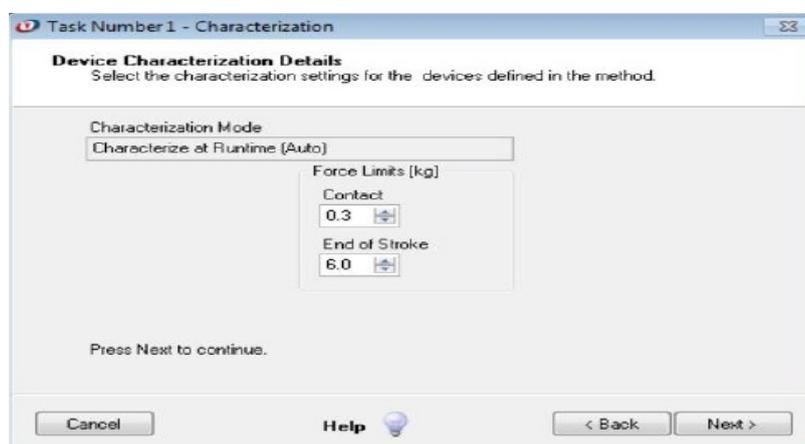

Figura 22. Caracterização no modo *at runtime (auto)*.
- Clique no botão *Next>* e continue definindo os detalhes de seleção da tarefa de caracterização. Para que se caracterize na opção *Characterize at Runtime (Auto)*, ajuste os controles de contato e fim de curso conforme necessário, Figura 22. Os valores a serem definidos para limites de força em Kg na caixa *Contact* é 0,3 e na caixa *End of Stroke* é 6,0. Clique em *Next >* e continue.